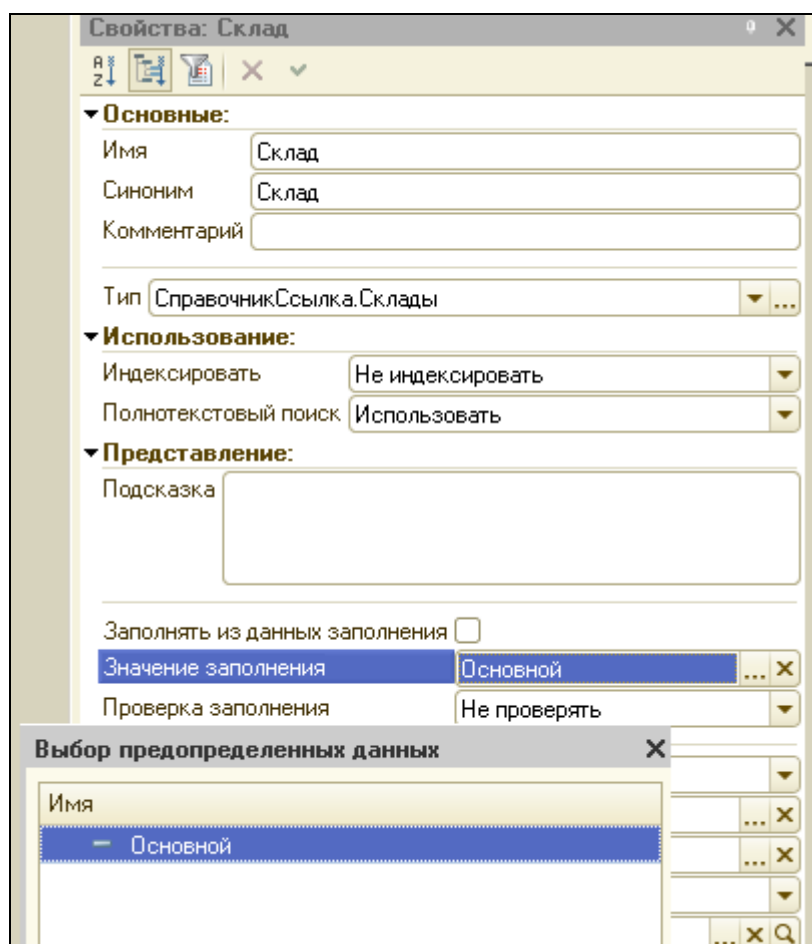

Рисунок 2.2 Настройка вкладки Основные
4. В свойстве **Значения заполнения** выбрать элемент справочника **Склад – Основной** (рис.2.2).